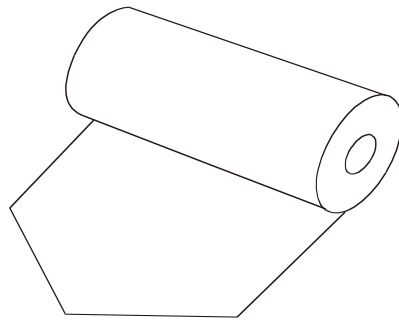
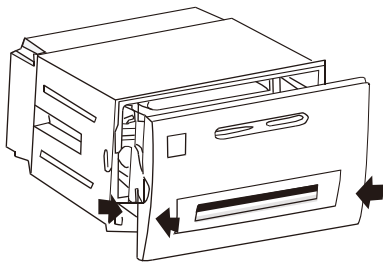

图 5
图 10
(5) 将纸端剪成如图5 的式样。
(6) 接通打印机的电源，按SEL（左）键使SEL 指示灯灭，然后再按LF（右）键使机头转动。这时用手将纸头送入机头进纸口处，纸便会徐徐进入机头，直到从机头正前方露出为止，露出应有一定长度。再按一下LF 键或SEL 键，或关上电源。盖好打印机的前盖板，将打印机的头从前盖板的出纸口中穿出。
(7) 合上机头及盖，左右食指拉住机头复位拉手，使机头支架与纸仓连接固定。如图10。